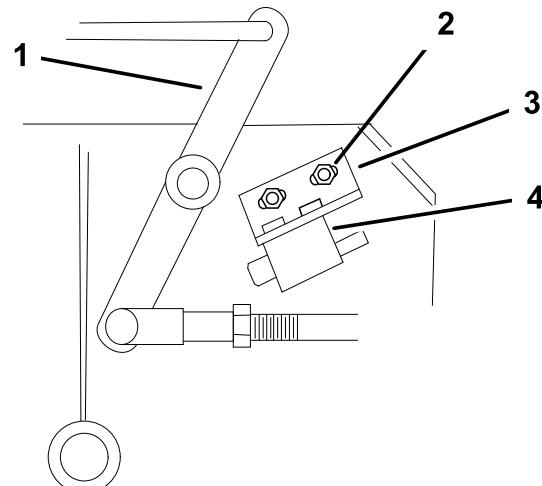

Bild 48
4. Stellen Sie sonst den Messersicherheitsschalter ein, indem Sie die Schrauben lösen, mit denen die Schalterhalterung befestigt ist (Bild 48).
Hinweis: Stellen Sie sicher, dass der Kippschalter das Schaltergehäuse **nicht** berührt, da der Schalter sonst beschädigt werden kann (Bild 48).